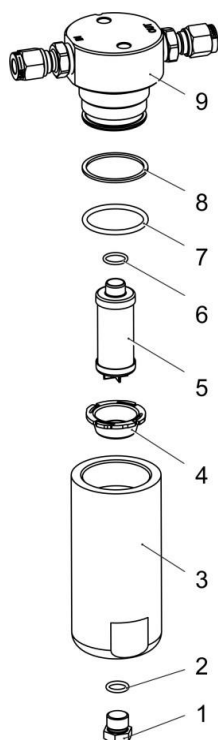

Рисунок 56 – Фильтр газовый высокого давления:
4. Вывернуть пробку 1 из корпуса фильтра 3 (рисунок 56) и слить жидкость из сливного отверстия в подставленную ёмкость.
4. Извлечь фильтрующий элемент 5 из крышки 9 (рисунок 56), взявшись рукой за верхнюю часть элемента и потянув его вверх.